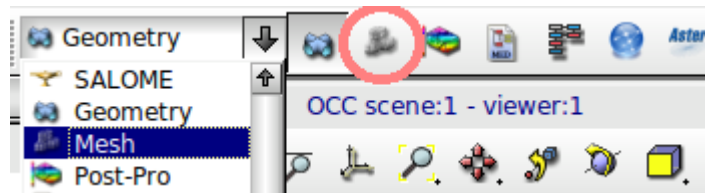

図 12 Mesh
①Geometry→Mesh を選択するか、図 12 の赤丸で示す部分を選択して[Mesh]モードに変更する。